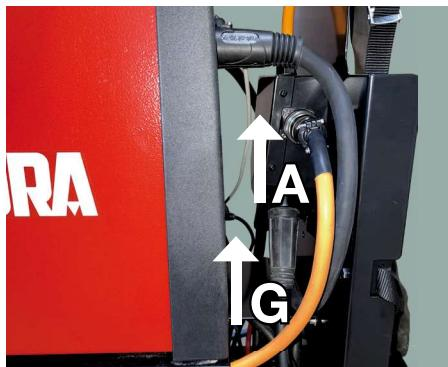

Fig. 33
Collegare il cavo segnale (A) del carrello trainafilo (G) allo sdoppiatore (H) come in fig.33.
Connect the signal cable (A) of the wire feeder (G) to the splitter (H) as in fig.33.
Conecte el cable de señal (A) del carro arrastrahilo (G) al divisor (H) como en la fig.33.